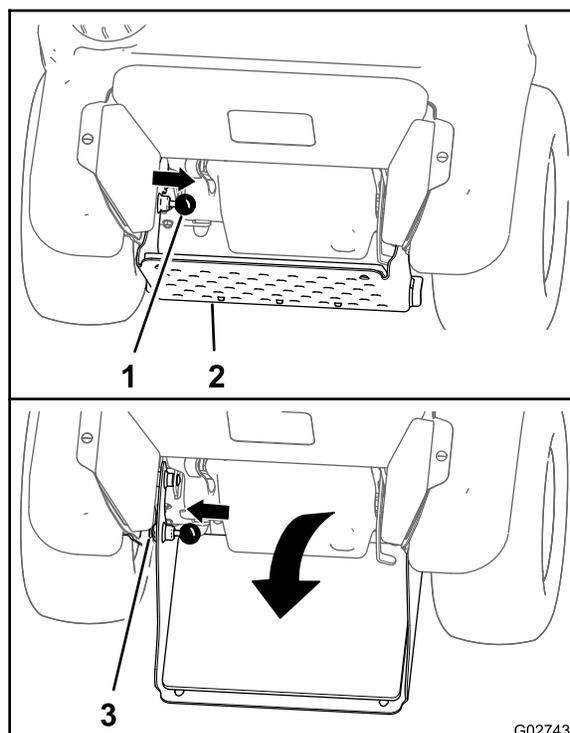

Figura 19
1. Tire hacia dentro el pomo de bloqueo de la plataforma hasta que el pasador del bloqueo salga del taladro superior del chasis (Figura 19).
2. Pivote la plataforma del operador hacia abajo hasta que el pasador de bloqueo de la plataforma esté alineado con el taladro inferior del chasis (Figura 19).
3. Mueva el pomo de bloqueo de la plataforma hacia fuera hasta que el pasador de bloqueo sobresalga del taladro inferior (Figura 19).
1. Tire hacia dentro del pomo de bloqueo de la plataforma hasta que el pasador del bloqueo salga del taladro superior del chasis (Figura 19).
2. Pivote la plataforma del operador hacia arriba hasta que el pasador de bloqueo de la plataforma esté alineado con el taladro superior del chasis (Figura 19).
3. Mueva el pomo de bloqueo de la plataforma hacia fuera hasta que el pasador de bloqueo sobresalga del taladro superior (Figura 19).